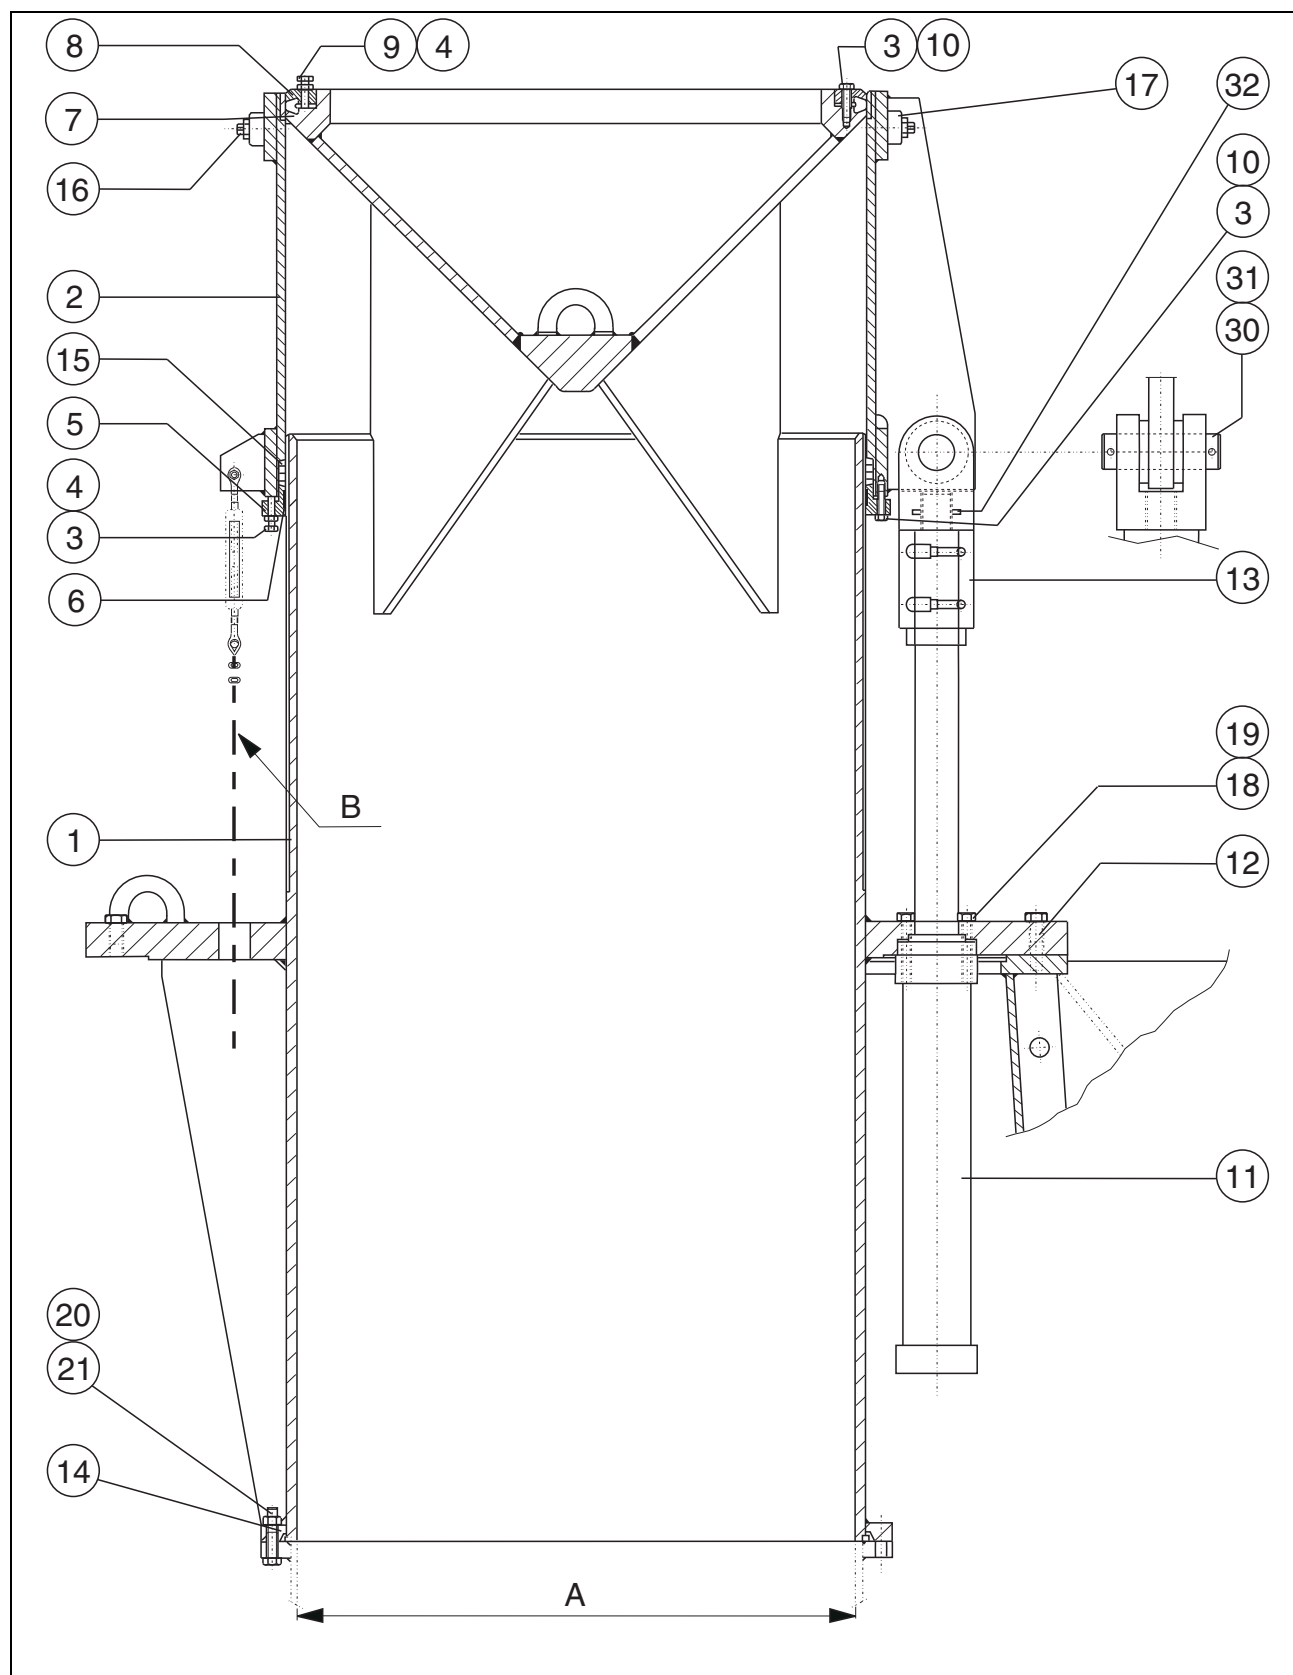

Fig. 13
## 6. LISTA RICAMBI (Vedere fig. 13)
*N.B.: Per ordinare i pezzi di ricambio, identificare sul disegno di insieme il componente interessato della fig. 13 e risalire al numero di codice del ricambio riportato sul disegno di insieme stesso.*